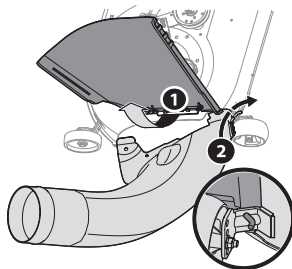

Figure 13
1. Relevez le déflecteur d'éjection et tenez-le (1), puis installez le coude de la goulotte en insérant la tige de montage dans le trou de montage de la goulotte (2). Voir Figure 13.